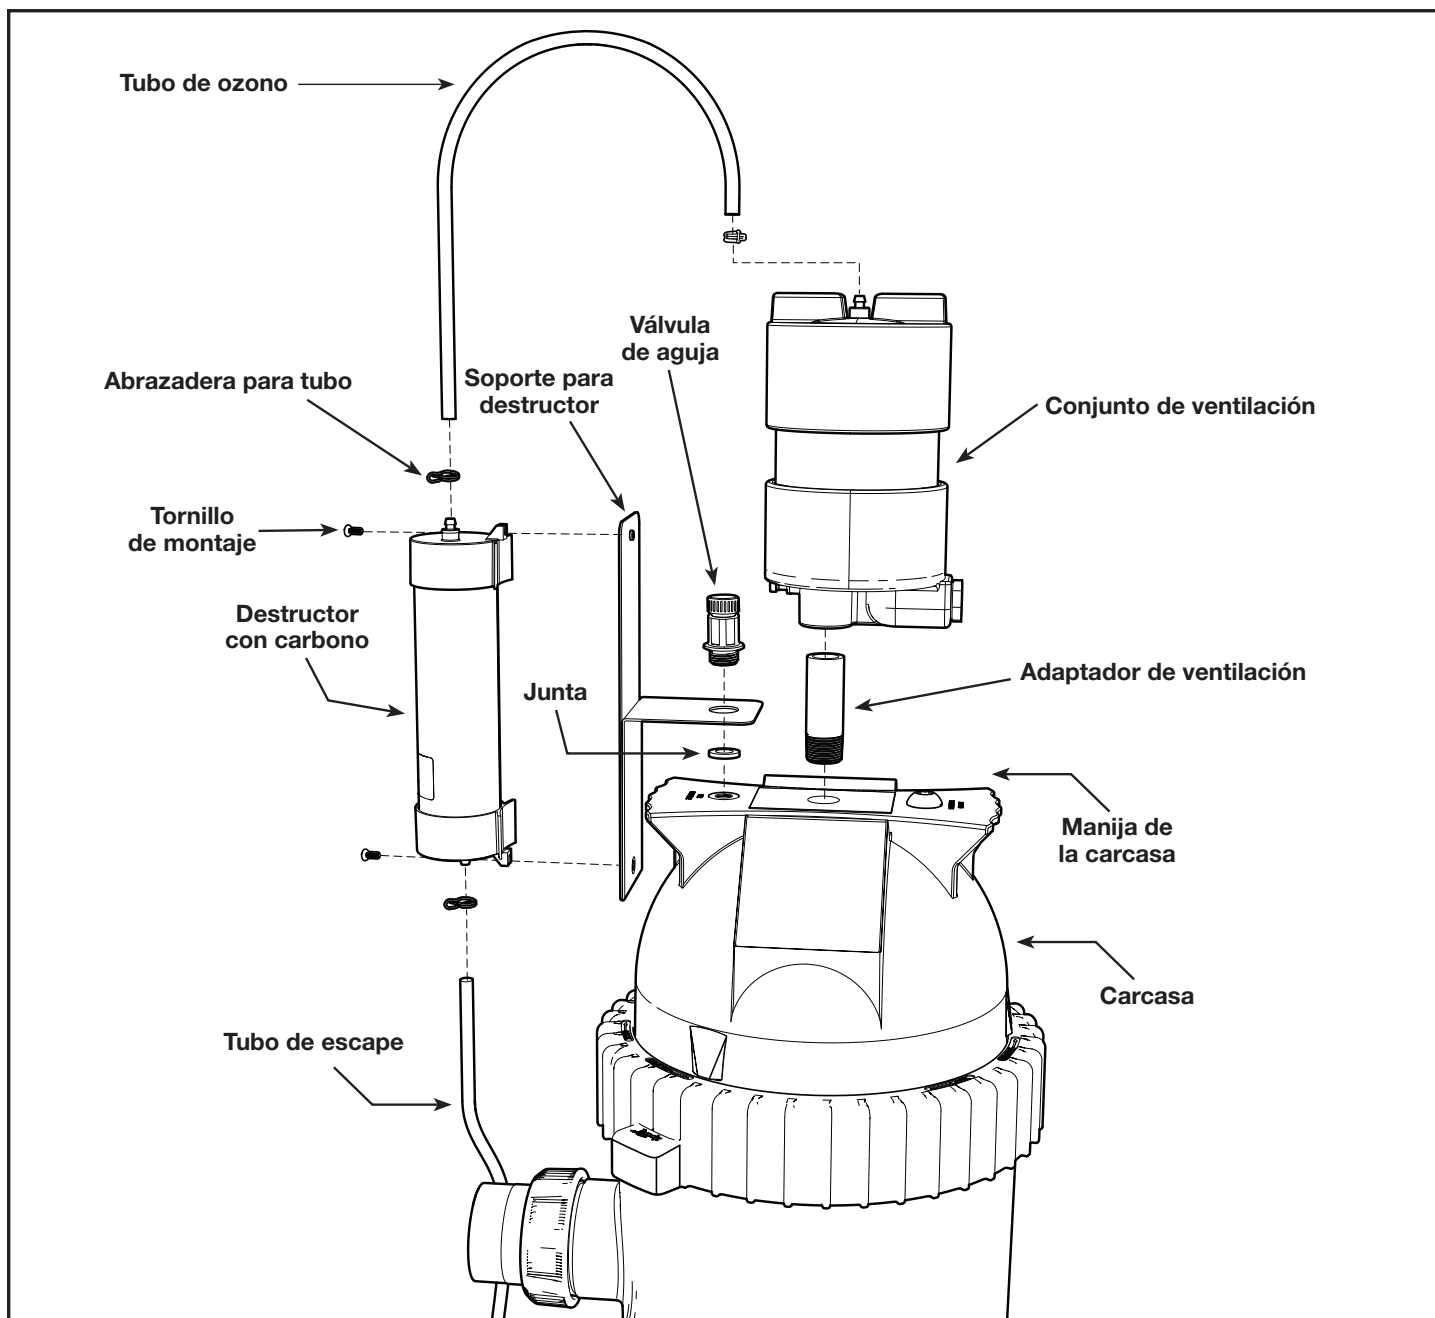

Figura 3. Componentes de montaje
3. Aplique sellador de roscas a las roscas del adaptador de ventilación. Pase el adaptador de ventilación a través del orificio en la manija de la carcasa e instálelo en el interior de la carcasa, como se muestra en la Figura 3.
4. Utilice imprimador y cemento para unir el conjunto de ventilación al extremo abierto de la tubería del adaptador de ventilación. Posicione el conjunto de ventilación como se muestra en la Figura 3.
5. Monte el soporte del destructor en la carcasa del sistema MDV. Para hacerlo, pase la válvula de aguja a través del soporte del destructor, instale la junta sobre la rosca de la válvula de aguja y enrosque la válvula de aguja en la carcasa. No apriete en exceso (consulte la Figura 3).
6. Coloque el destructor de carbono en el soporte correspondiente con los dos tornillos de montaje suministrados (consulte la Figura 3).
8. Conecte el tubo de ozono y el tubo de escape utilizando las abrazaderas, tal como se muestra en la Figura 3. Las abrazaderas de los tubos deben apretarse detrás del conector estriado para manguera a fin de lograr una sujeción adecuada.